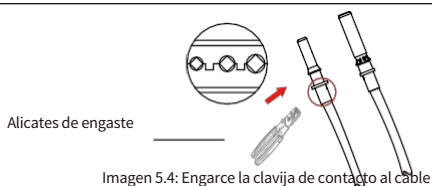

Imagen 5.4: Engarce la clavija de contacto al cable
- b) Engarce los terminales metálicos con unos alicates de engarce, tal y como se muestra en la imagen 5.4.